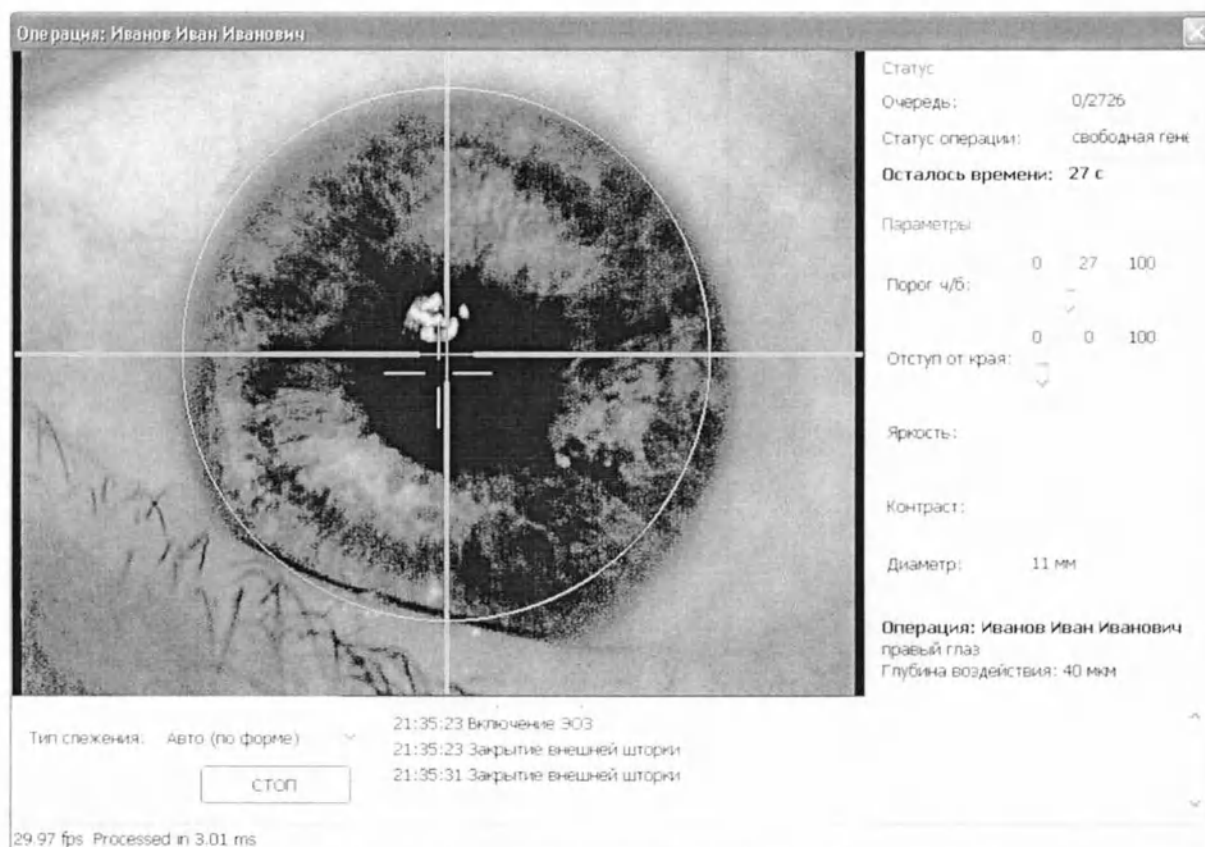

Рис. 9 Операционное окно
Внешний вид операционного окна приведён на рис. 9. Его основные элементы:
4. Убедитесь, что на панели журнала регистрации (9, рис. 9) отсутствуют предупреждения о том, что устройства системы находятся в режиме
5. На управляющей панели (5, рис. 9) выберите способ слежения за глазом во время операции. Доступны два режима слежения: ручной и автоматический. Рекомендуется использовать автоматическую систему слежения и только при неудовлетворительных результатах переходить на ручное управление.
6. Нажмите кнопку *Старт* на управляющей панели (5, рис. 9). Система перейдёт в режим прогрева лазера. Дождитесь окончания прогрева. Текущий статус установки можно отслеживать на панели статуса гальваносканера (6, рис. 9). По окончании прогрева система перейдет в состояние свободной генерации импульсов.
8. Если используется автоматическая система слежения, убедитесь, что целеуказатель (2, рис. 9) устойчиво захватывает центр зрачка. Если система слежения работает нестабильно или не работает вообще, следует включить отладочный режим щелчком правой кнопки по видеокадру (1, рис. 9), после чего перемещением ползунка *Порог ч/б* на панели параметров операции (7, рис. 9) или колёсиком мыши найти такое положение, в котором вся область внутри лимба равномерно закрашена чёрным цветом, а область вне лимба остаётся светлой. В этом случае работа системы слежения должна стабилизироваться. Если найти подходящее положение не удаётся, следует перейти в режим ручного слежения. Выключение отладочного режима можно осуществить повторным щелчком правой кнопки по видеокадру (1, рис. 9). Центр зрительной оси можно сместить относительно центра зрачка, используя клавиши-стрелки на клавиатуре.
11. Операция может быть временно приостановлена нажатием на кнопку *Стоп* на управляющей панели (5, рис. 9), что приводит к прекращению генерации. Для возобновления операции необходимо повторить действия, начиная с шага 6.
12. По окончании операции генерация останавливается, на панели статуса гальваносканера (6, рис. 9) отображается состояние операции «завершена». Необходимо закрыть операционное окно, после чего будет распечатан протокол операции.
3. Приложите линейку к центральной точке видеокadra и расположите её вдоль оси X. На изображении линейки в видеокadre (1, рис. 9) найдите точку, удалённую от центра на расстояние, указанное в поле *Диаметр зрачка* панели параметров слежения (8, рис. 9) и выполните щелчок левой кнопкой мыши на данной точке.
5. Нажмите кнопку *Stop* на управляющей панели операционного окна (5, рис. 9), после чего закройте операционное окно.